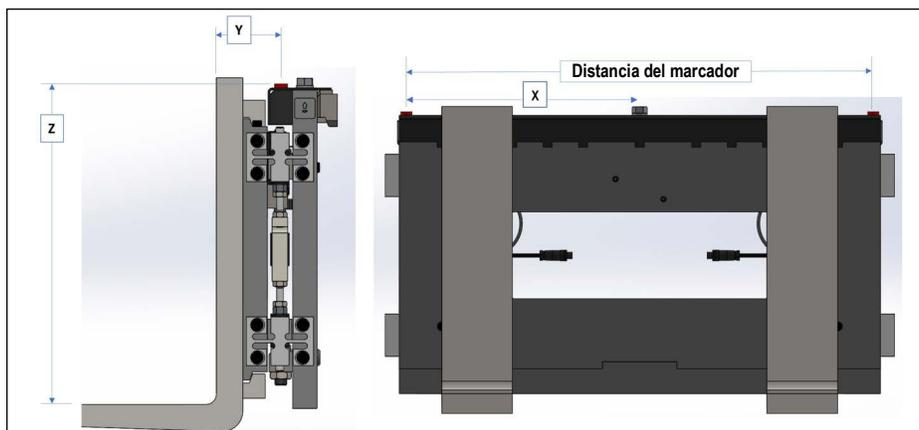

Figura 3-34. Diagrama de medidas del carro
**NOTA:** La Figura 3-34 identifica las medidas definidas en la base de datos de montacargas una vez instalado un soporte. Los valores que figuran a continuación se introducen en la base de datos de montacargas en mm.